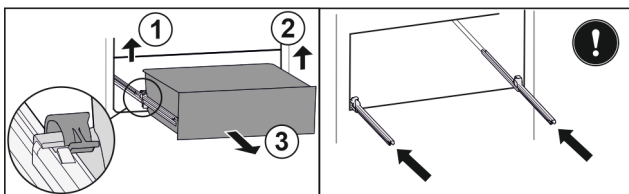

Fig. 106
- Linke Klemme anheben und gleichzeitig Schubfach links nach vorne ziehen. Fig. 106 (1)
- Rechte Klemme anheben und gleichzeitig Schubfach rechts nach vorne ziehen. Fig. 106 (2)
- Schubfach nach vorne entnehmen. Fig. 106 (3)